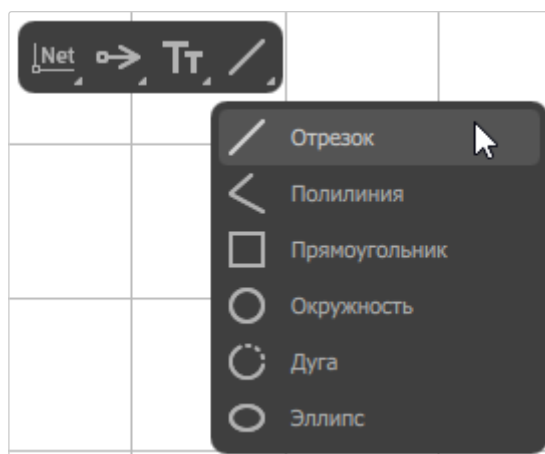

Рисунок 65. Инструменты графических примитивов на панели инструментов
- 2) В раскрывшемся списке выбрать инструмент «Отрезок», «Полилиния», «Прямоугольник», «Окружность», «Дуга» или «Эллипс» (см. рисунок 65).